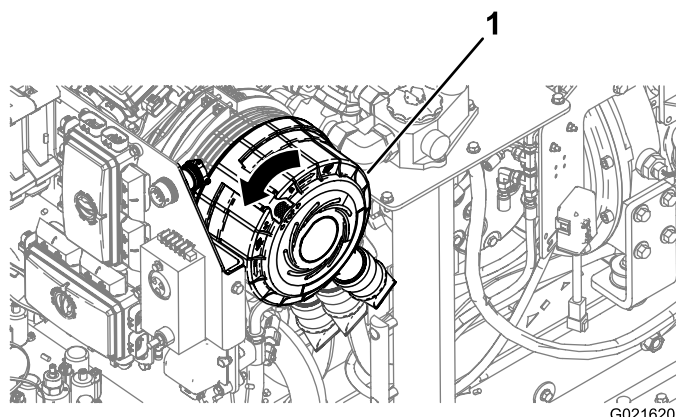

Bild 117
6. Drehen Sie die Luftfilterabdeckung nach links, so dass die Staubkappe auf der 4-Uhr-Position steht (Bild 117).
4. Drehen Sie die Luftfilterabdeckung nach rechts, sodass die Staubkappe auf der 4-Uhr-Position steht (Bild 117).
5. Drücken Sie den Riegel für die Luftfilterabdeckung nach innen, bis sie fest sitzt (Bild 117).